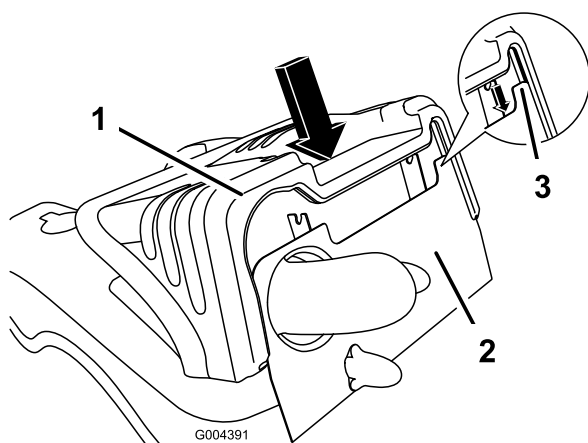

Figura 27
1. Para instalar el capó, alinee la ranura del capó con el bastidor y baje éste cuidadosamente sobre el bastidor (Figura 27). Asegúrese de que el bastidor se asiente correctamente en la ranura del capó antes de presionar hacia abajo el capó. Presione hacia abajo con cuidado para asentar el pasador de retención.